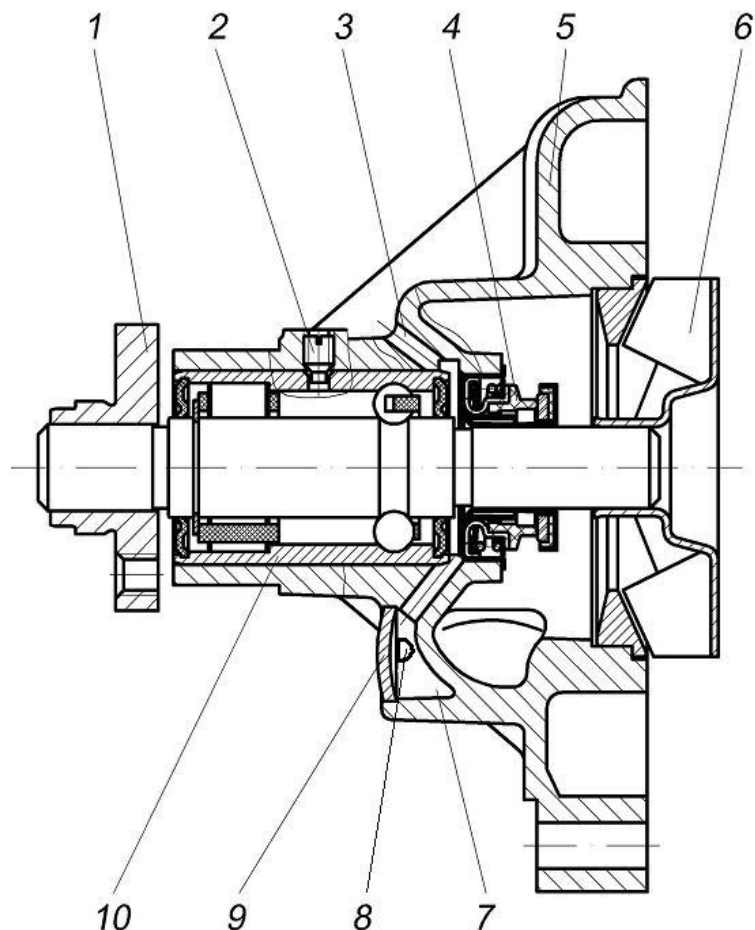

Рис.40. Водяной насос:
**Водяной насос** (рис.40) – центробежного типа, установлен на крышке цепи. Подача охлаждающей жидкости насосом осуществляется в блок цилиндров.